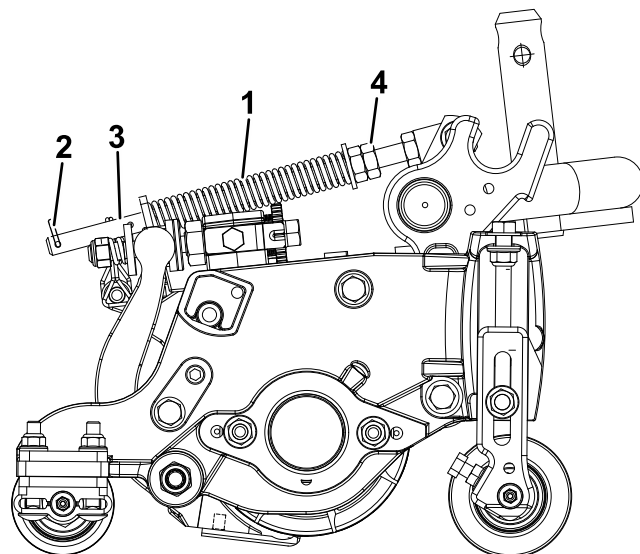

Figure 14
Le ressort de compensation (Figure 14) transfère aussi le poids du rouleau avant au rouleau arrière. Cela évite la formation d'ondulations à la surface de la pelouse.
- Vérifiez que la goupille fendue est insérée dans le trou de la tige de ressort (Figure 14).
- Serrez les écrous hexagonaux sur l'extrémité avant de la tige de ressort jusqu'à ce que la longueur du ressort comprimé (Figure 14) soit égale à 12,7 cm sur les unités de coupe de 13 cm ou à 15,8 cm sur les unités de coupe de 18 cm.